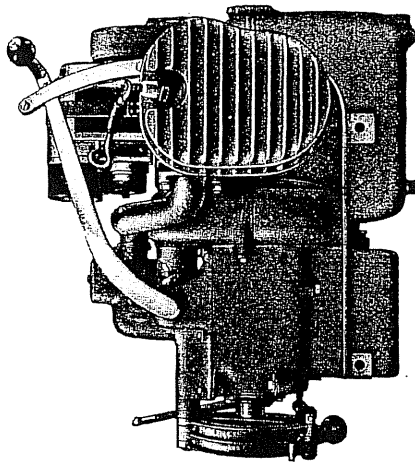

Abb. 3
1. **Allgemeines:** Der mit der Kupplung und dem Getriebe zu einem Block vereinigte Motor (Abb. 3) wird auf den unteren Rahmenrohren mittels durchgehender Verbindungsschrauben befestigt. Nach deren Lösung kann der ganze Block abgenommen werden, was jedoch nur bei vollständiger Überholung erforderlich ist. Sämtliche Teile sind ohne Ausbau des Motors oder des Ge-
Bild 3: Arbeitshub. Das verdichtete Gemisch wird durch einen an der Zündkerze überspringenden Funken entzündet. Die erfolgende Explosion treibt den Kolben wieder nach einwärts, wobei der Kolben seine Kraft an die Kurbelwelle des Motors abgibt.